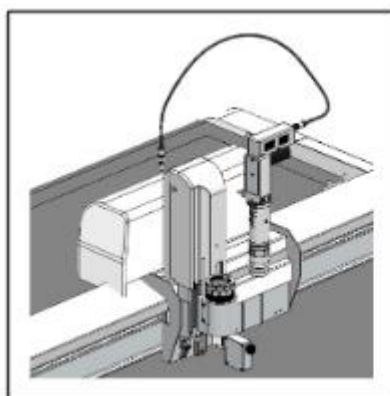

Рис. 16
- Вставьте осциллирующий инструмент в соответствующий модуль. Красная точка на инструменте должна совпадать с красной точкой на модуле (Рис. 16,17).